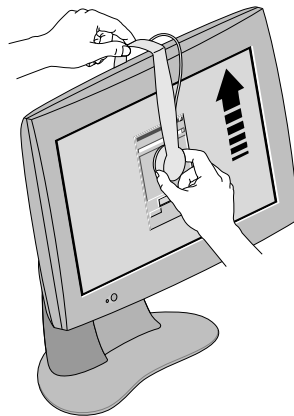

Abbildung 1-11 Entfernen des Sensors
5. Nehmen Sie den Sensor wie in Abbildung 1-11 mit beiden Händen ab.